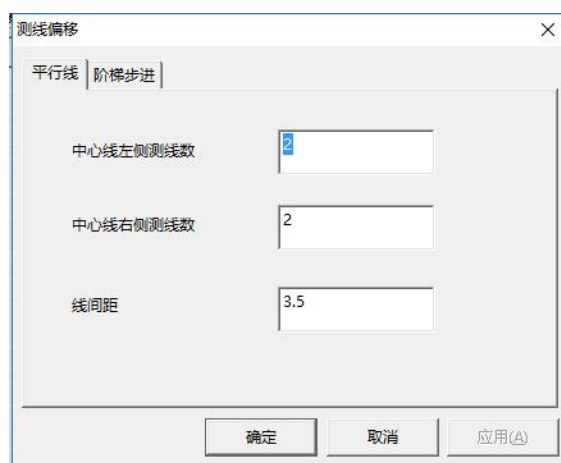
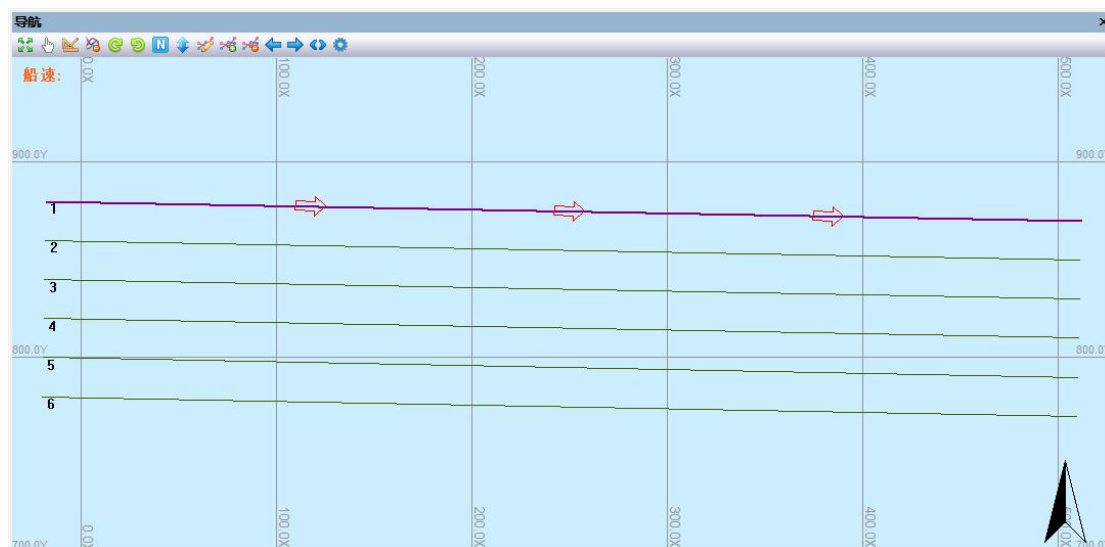

图 6.21 测线平移编辑
图 6.22 平行线式测线
c.平移法：平移法是以一条测线为基准，通过平移形成多条平行测线的测线生成方法。选择一条测线作为基准测线，点击“平移线”，出现如图 6.21 所示测线偏移对话框：
c1.平行线式如上图 6.21 示，以用户选择的基准测线为中心线，确定线间距（单位为米）及平移的测线数。中心线左侧或右侧是以基准线方向（起始坐标点至终止坐标点连线方向）的左侧或右侧定义。设置完成后，点击确定，生成如图 6.22 所示的结果图。